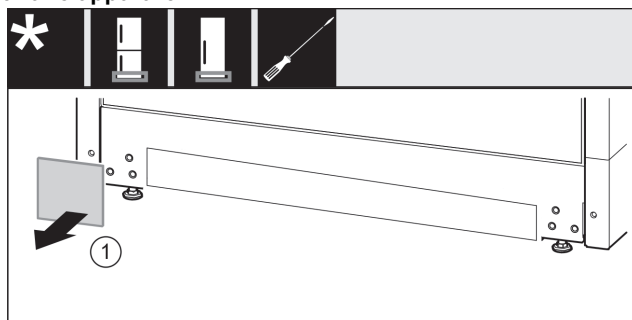

Fig. 15
- ▶ Afdekking verwijderen. Fig. 15 (1)